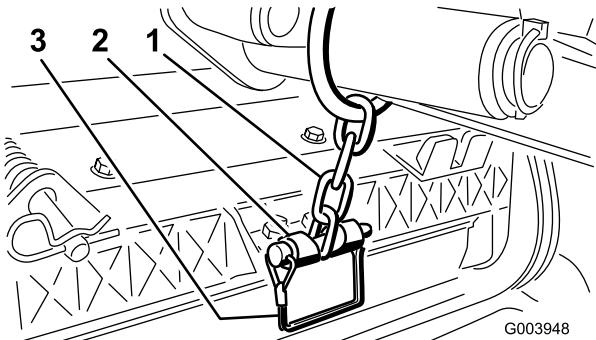

图12
12. 使用保险销将提升臂链条固定到链条轴（图12）。使用滚刀组操作员手册所述的链条节数。